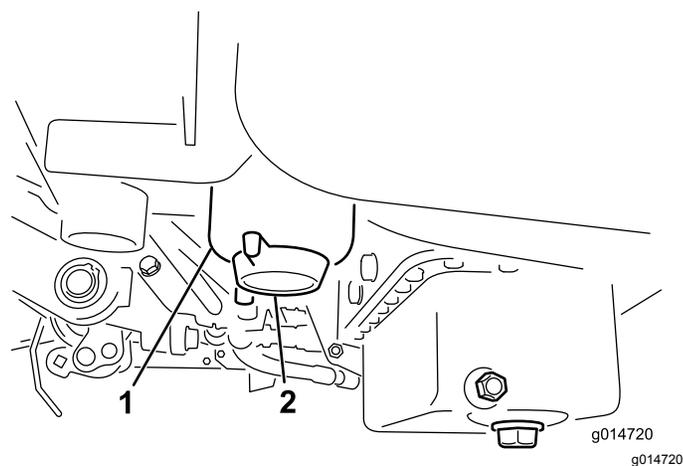

图49
2. 清洁滤清器过滤筒的安装区域 图49。
4. 打开滤清器排油塞 图49。